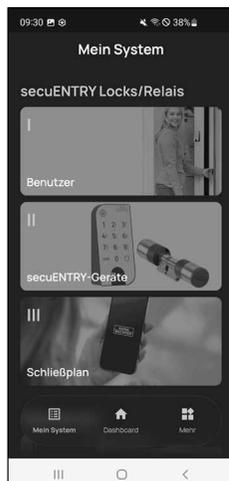

Fig. 8
- 5 Agora você pode sair do menu (I - Utilizador). Retorne ao menu "Meu sistema" (Fig. 8).